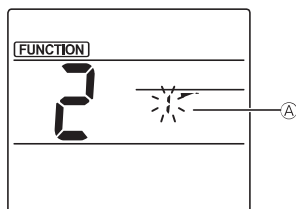

Fig. 3-2
- Het waaiernummer selecteren (Fig. 3-2) Druk op de toets [▲] om het waaiernummer ② te selecteren en druk vervolgens op de toets [SET].